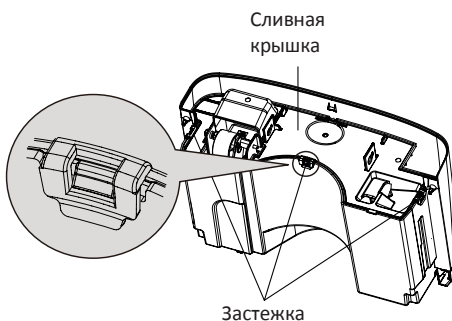

Рис. 2
- (2) Нажмите на 4 пружинки вниз вокруг емкости. Поднимите сливную крышку. (Рис. 2)